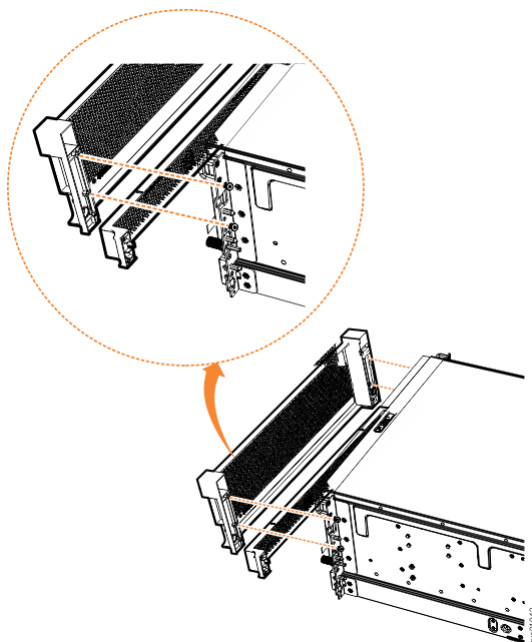

图 91. 更换扩展机柜上的面板组件
1. 将前部 4U 面板与机柜对齐，使指旋螺钉穿过每一侧的孔。如第 71 页的图 91 所示，该操作将面板后部的螺丝孔与机柜前凸缘上的螺丝孔对齐。
3. 重新连接用于遮盖电源单元 (PSU) 的底部 1U 面板。将面板与机柜对齐，并轻推直到其咔嗒一声锁定到机箱上，如第 71 页的图 91 中所示。